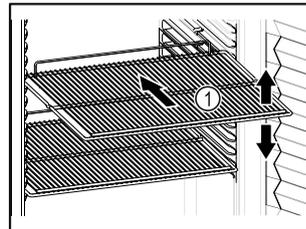

Fig. 54
- Wenn Abstellroste Fig. 54 (1) versetzbar sind, je nach Höhe anpassen.